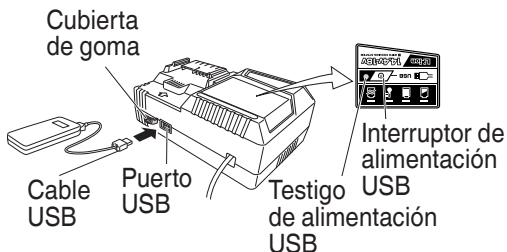

Fig. 8
- (2) Encienda el enchufe de alimentación USB (Fig. 8)
- (3) Conecte el cable USB. (Fig. 8)
- Apague el interruptor de alimentación USB y desenchufe el cable de alimentación de la toma de alimentación eléctrica. (Fig. 8)